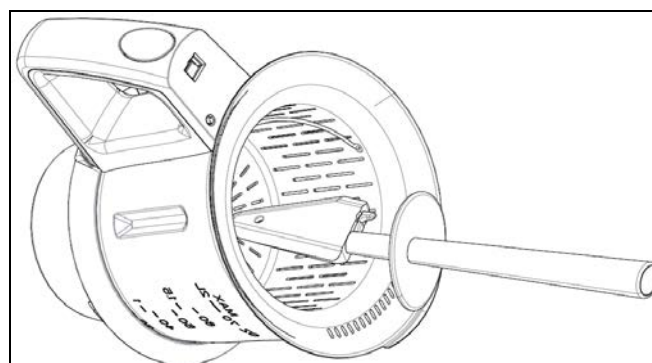

Abbildung 18
4. Spachtel: es können Zutaten von der Innenwand des SS-Kruges abgekratzt werden. Für das Filtern von Saft, kann es zum Fixieren des Korbes und gleichzeitig zum Trennen von Saft und festen Zutaten verwendet werden. (Abbildung 18)